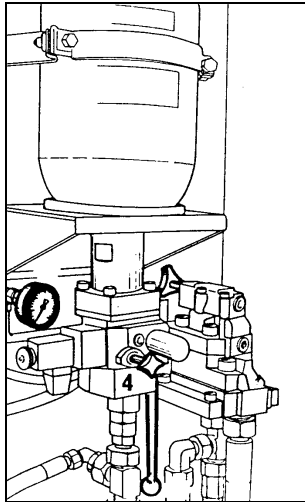

Fig. 1
- ⇒ Si está instalado un acumulador hidráulico de presión, abrir la válvula de descarga 4 (Fig. 1).